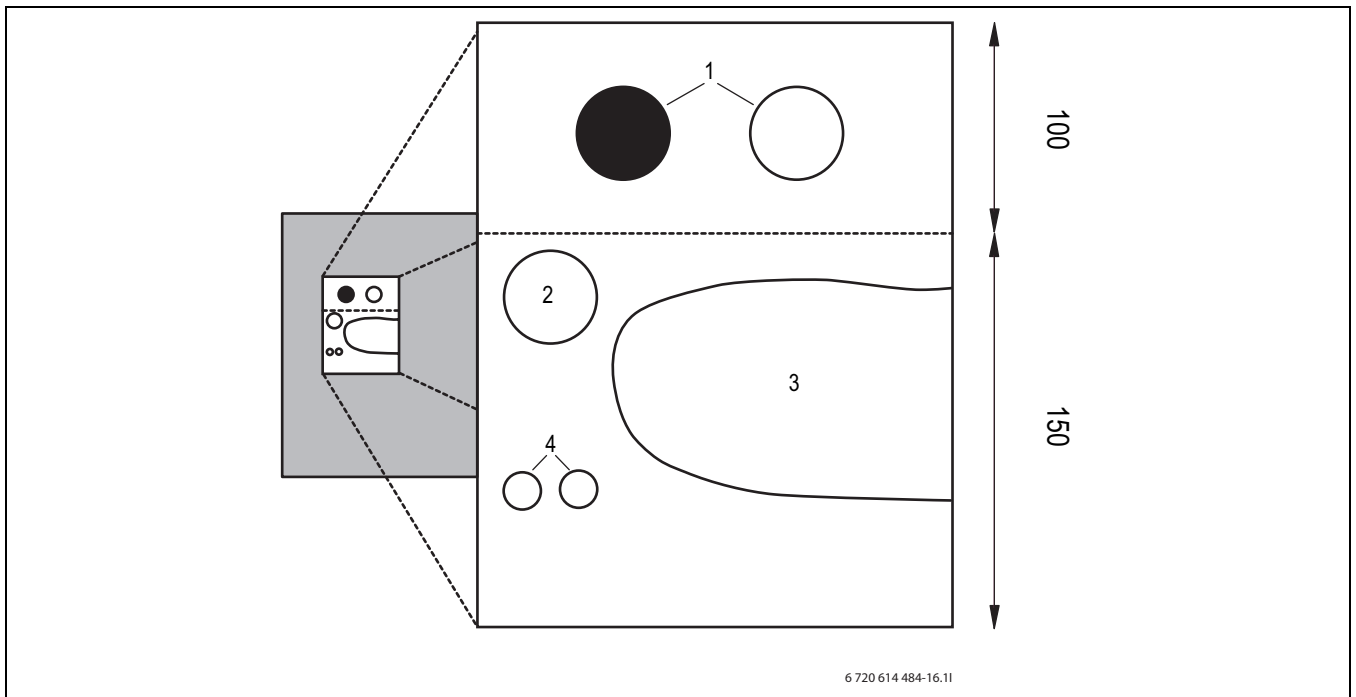

Bild 23 Fundament genomföring
- ▶ Isolera rören ovan fundamentet (→ Bild 23) enligt praxis.